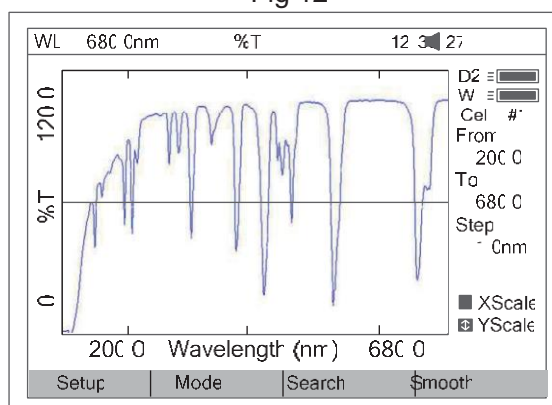

Fig 13
1. Se pulsa **ENTER**, el archivo seleccionado se abrirá y se mostrará en pantalla (vea la Fig 13).
- Pulse la Tecla **SAVE** en la Fig 13 para guardar la curva.